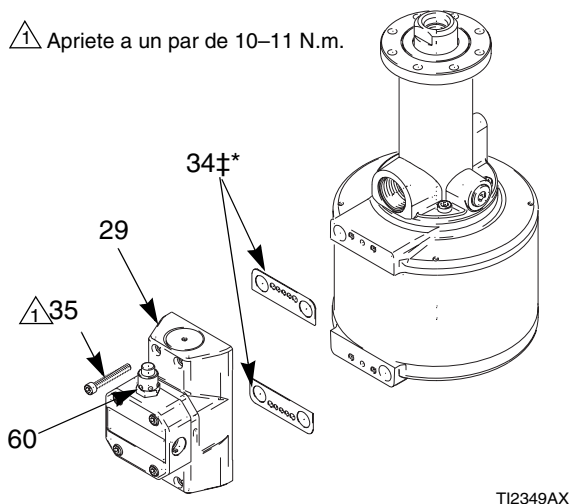
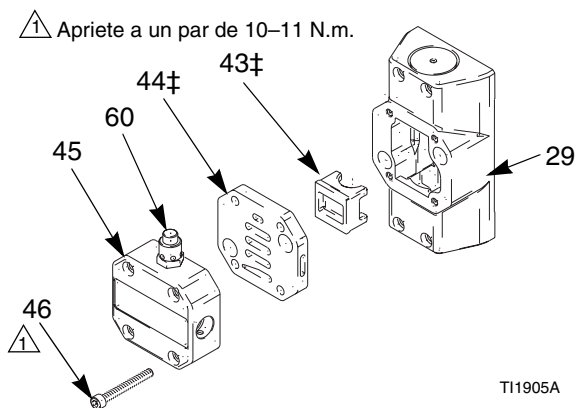

Fig. 5 Válvula neumática
Fig. 6 Tapa de la válvula de aire, asiento y copela
1. Retire los tornillos (35) y saque el alojamiento de la válvula de aire (29) del motor neumático. Retire las juntas (34). Vea FIG. 5.
2. Saque los tornillos (46).
3. Retire la cubierta de la válvula de aire (45), el asiento (44) y la copela (43). Vea FIG. 6.
1. Instale las juntas tóricas (51‡) en los casquillos (50) e instale un casquillo en el alojamiento (29). Instale el pistón (40‡) y el otro casquillo. Instale los tornillos de fijación (69) para sujetarlo.
2. Coloque la copela (43‡) en el alojamiento (29) de forma que cabalge sobre el pistón de la válvula de aire. Vea FIG. 6.
3. Instale el asiento (44‡) y la tapa (45) tal como se muestra. Asegúrese de que los orificios del asiento estén alineados con los orificios del alojamiento (29), y anote la orientación de la válvula de alivio (60) en la tapa. Apriete los tornillos (46) a un par de 10–11 N.m.
4. Engrase las superficies internas del alojamiento (29) que están dirigidas hacia las juntas (34‡), después coloque las juntas tal como se muestra en la FIG. 5. Instale la válvula de aire con la válvula de alivio (60) dirigida hacia arriba. Apriete los tornillos (35) a un par de 10–11 N.m.